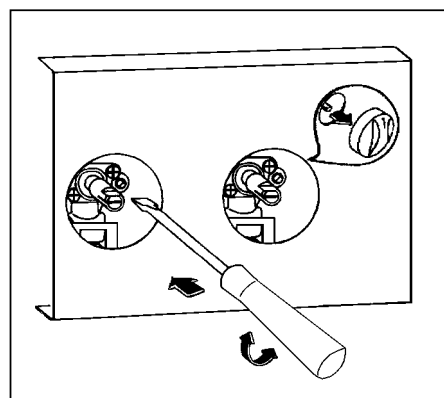

fig. 21
4. Dévissez ou vissez la vis pointeau (qui se trouve à droite de l'axe robinet fig. 21) jusqu'à l'obtention d'une flamme très courte mais stable pour le gaz naturel. Pour le gaz butane - propane, vissez totalement la vis dans le sens des aiguilles d'une montre.